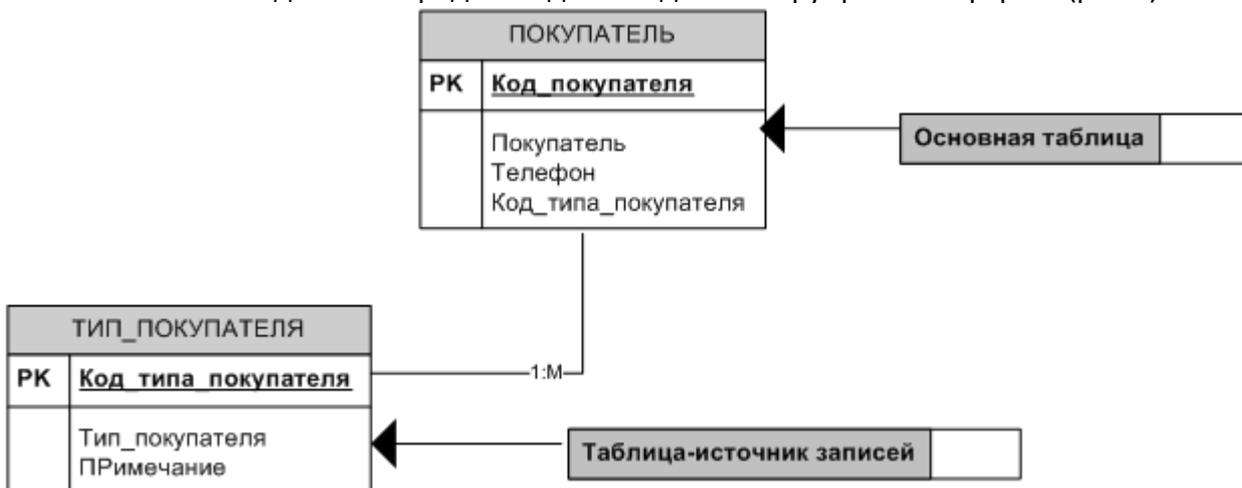

Рис.1. Подсхема данных для конструирования формы на базе таблицы ПОКУПАТЕЛЬ
1. На основе схемы данных определим данные для конструирования формы (рис.1).